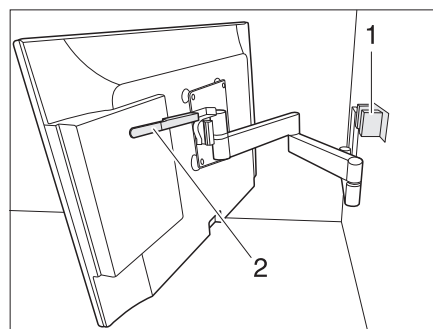

Bild 62 Fäste med ledad arm
- Tryck spaken (Bild 62,2) nedåt för att lossa den platta bildskärmen ur spärren (Bild 62,1). Släpp spaken.